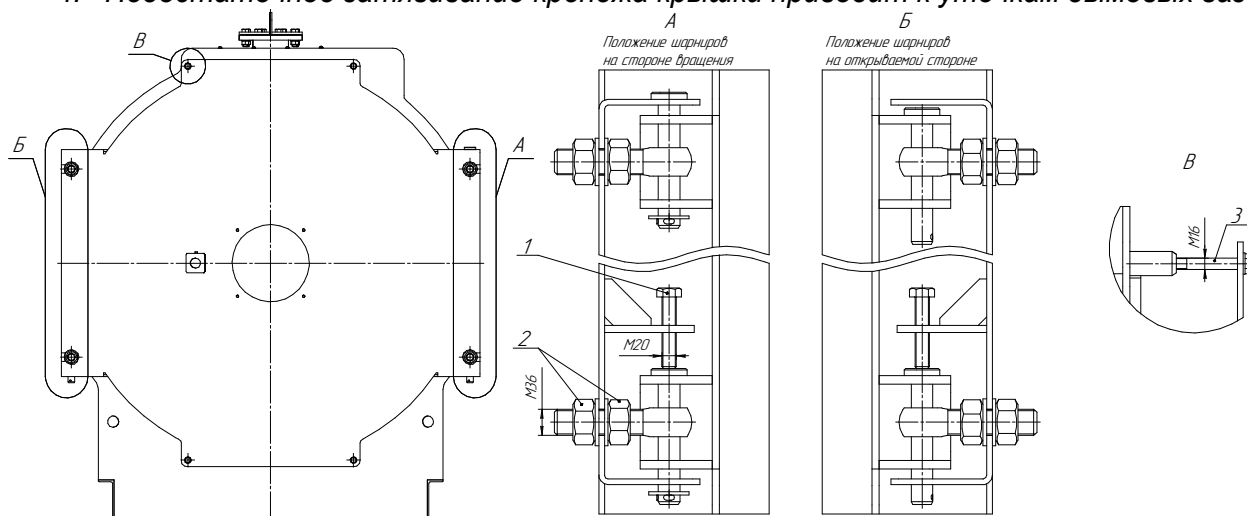

Рисунок 8. Передняя крышка.
Перед закрытием передней крышки проконтролировать место и состояние уплотнения и крепежа (2,3) (см. рис. 8). По мере необходимости, до закрытия крышки проверить уплотнение на целостность, болты смазать графито-масляной эмульсией. Крышку осторожно закрывают, поочередно закручивая крепежные болты с таким расчетом, чтобы распределение нагрузки на уплотнение крышки было равномерным.
3. Вывести из зацепления шарниры на открываемой стороне (рис. 8 вид Б)
Регулировочный винт (Рис.8) поз.1 предназначен для регулировки высоты. Перед открыванием крышки демонтировать горелку.